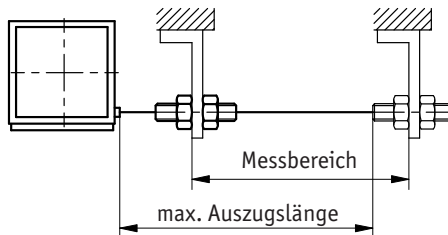

Abb. 3: Prüfung Auszugslänge
- ▶ Das Seil nicht über die angegebene maximale Auszugslänge ausziehen (siehe Abb. 3).
- ▶ Seil senkrecht zum Seilausgang führen (siehe Abb. 3).
## Montage Seilzuggeber (Abb. 2, Abb. 3):
3. Nach der Befestigung des Seilzuggebers ist die maximale Auszugslänge zu prüfen (Abb. 3). Das Seilabschluss-Stück (Seilaufnahme, Konter- und Einstellmutter) bzw. das Seil muss dazu bis an die vorgesehene Befestigungsstelle ausgezogen werden. Das Seil darf dabei nicht verdreht werden.